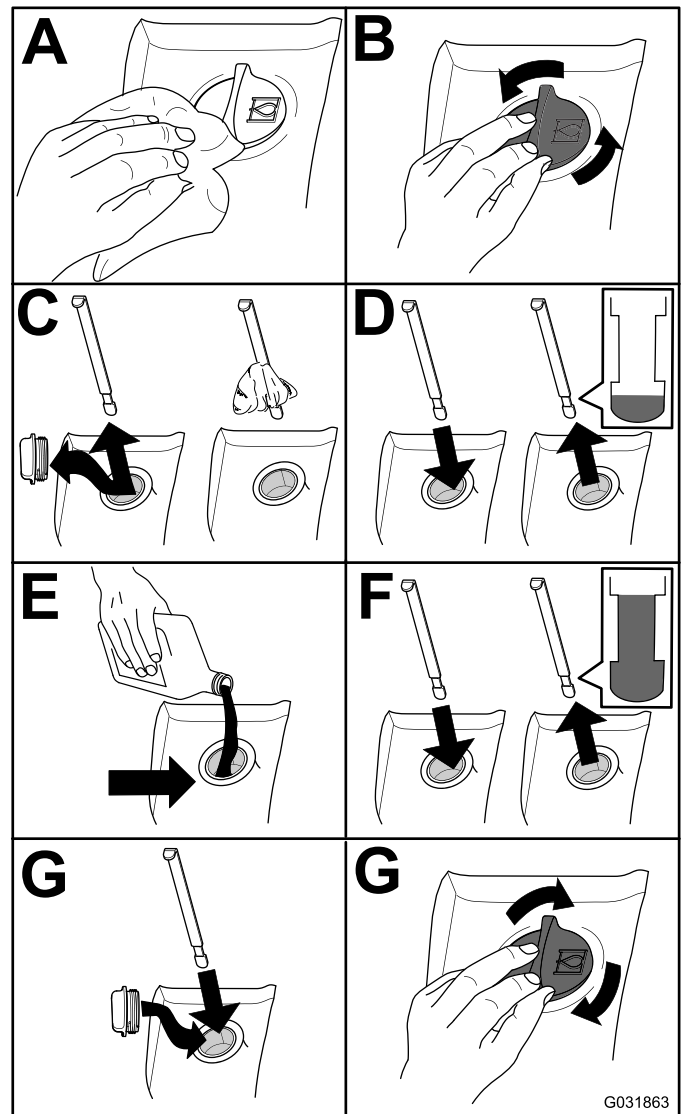

Bild 116
2. Prüfen Sie den Stand des Hydrauliköls (Bild 116).